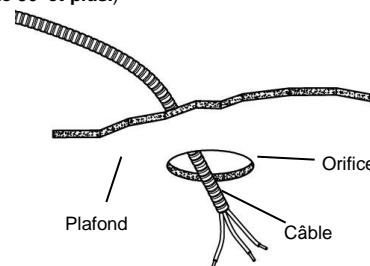

Fig. 3
3. Passez un câble armé (BX) ou un câble non métallique (NM) (également appelé câble Romex) du disjoncteur ou de la boîte de fusibles jusqu'à l'orifice de 8,3 cm (3 1/4 in.), en laissant dépasser une longueur de 15,2 cm (6 in.) - 20,3 cm (8 in.) hors de l'orifice. Vous pouvez utiliser un câble de calibre 12 AWG ou moins. (Fig. 3) **(MISE EN GARDE : utilisez des fils d'alimentation conçus pour résister à une température de 90° et plus.)**